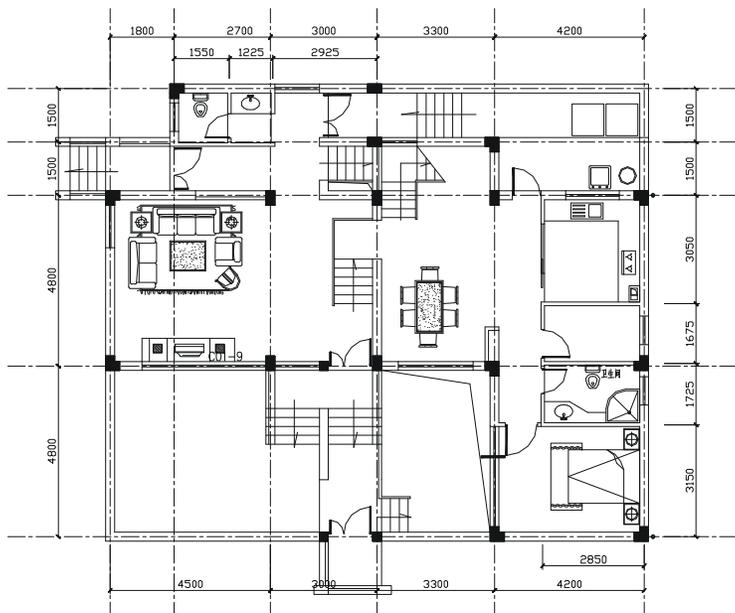

图 9-1-68
**STEP 08** 重复上面两个步骤，完成所有尺寸标注，如图 9-1-68 所示。